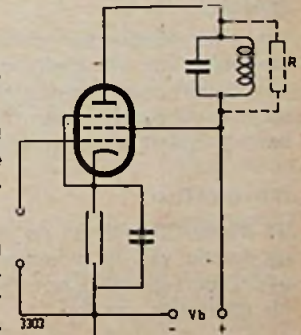

Fig. 4
- Voor het principeschema zie men fig. 4.